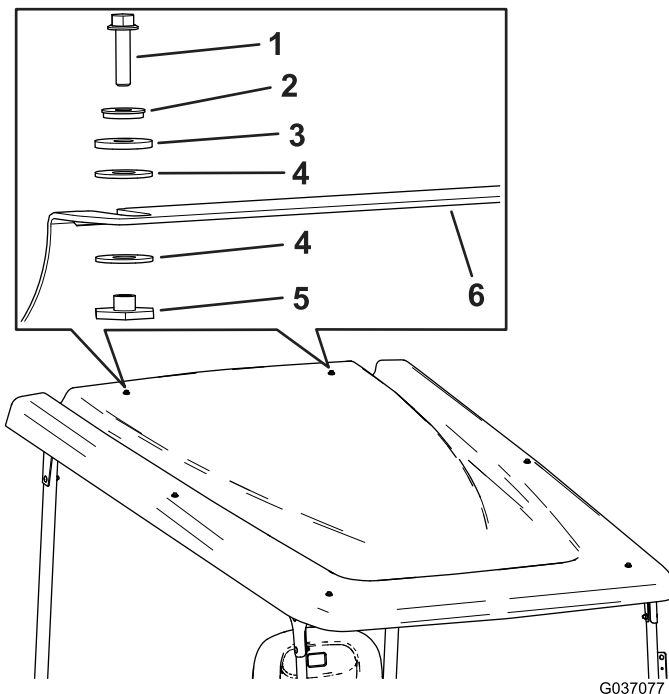

Figura 16
17. Instale o toldo na ligação cruzada traseira utilizando dois parafusos flangeados hexagonais ($\frac{1}{4}$ " x 1"), duas anilhas vedantes, duas anilhas de fricção, quatro anilhas de plástico e dois casquilhos da flange (Figura 16).